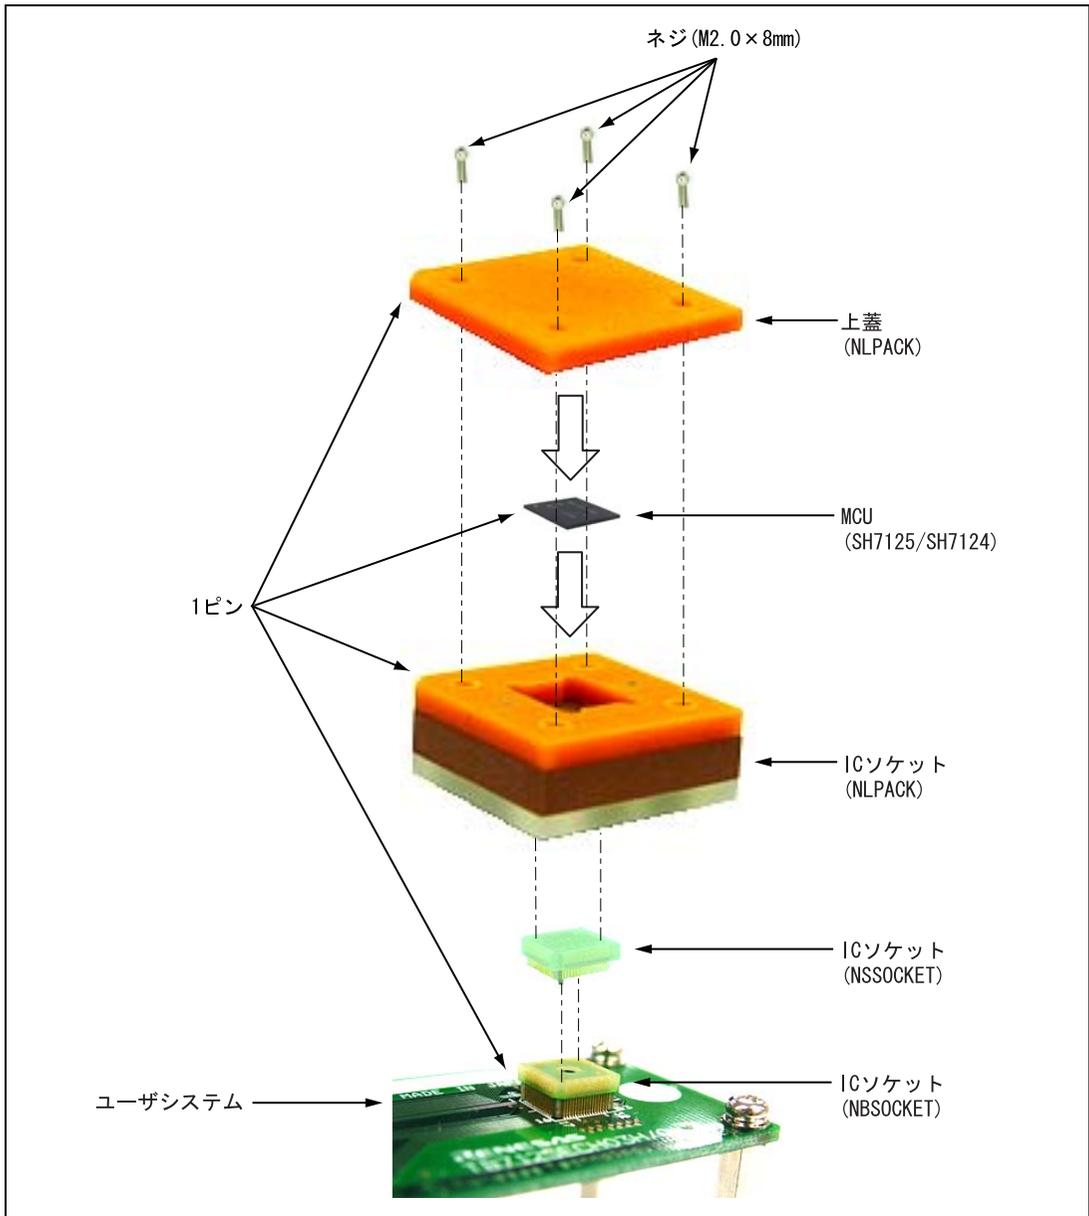

図 3.6 MCU をユーザシステムに実装する場合
3. NSSOCKET及びMCUを実装したNLPACKをユーザシステム上のNBSOCKETに1ピンの位置を確認した上で差し込みます。(図3.6参照)